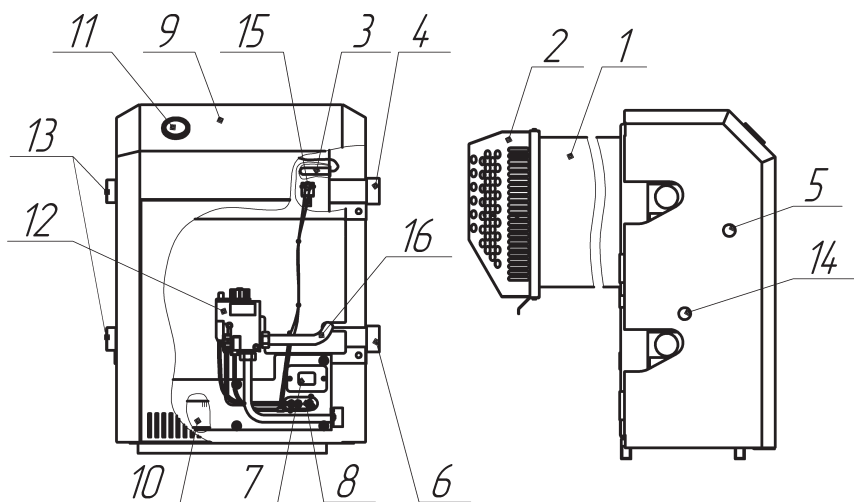

Рис. 1. Устройство изделия
- 5.1. Котел представляет собой сварную конструкцию, образующую по всему периметру водяную рубашку, окаймляющую топочную камеру, в которую помещен контур горячего водоснабжения (для котлов с водяным контуром). В нижней части котла, в проеме топочной камеры, установлено газогорелочное устройство с органами управления. В задней части котла находится газоотводящий патрубок для удаления продуктов сгорания из топки. На задней поверхности котла расположены проушины для крепления котла к стене. На боковых стенках котла расположены патрубки для подключения отопления (см. рис. 1).